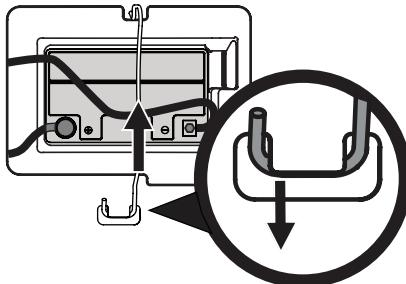

Figure 14
NOTE: Le faisceau électrique doit être placé au-dessus de la barre de retenue de la batterie. Autrement, il risque d'être endommagé. Voir Figure 14 à la page 70.
3. Enlevez la tige de retenue de la batterie. Pour ce faire, pressez l'extrémité recourbée pour la faire sortir de la patte sur l'aile à droite de la batterie. Faites pivoter la tige de retenue de la batterie (b) vers le haut et retirez la batterie. Voir Figure 14.